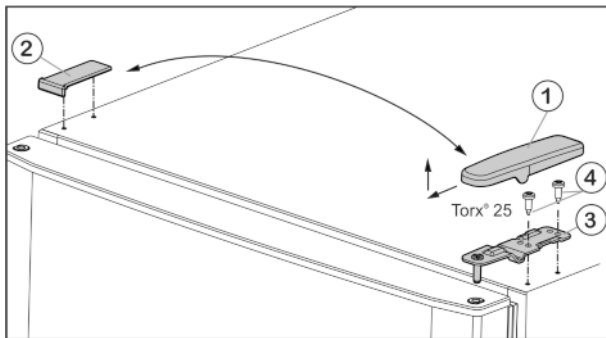

Fig. 5
- ▶ Tõmmake kate Fig. 5 (1) suunaga ette- ja ülespoole maha.
- ▶ Tõstke kate Fig. 5 (2) pealt ära.
- ▶ Kruvige ülemine laagritugi Fig. 5 (3) küljest ära (2 tk Torx® 25) Fig. 5 (4) ja tõmmake ülespoole maha.
- ▶ Pange ülemine laagritugi Fig. 5 (3) uuel šarniiriküljel ukse sisse.
- ▶ Kruvige ülemine laagripukk **tugevasti (4 Nm)** külge (2 korda Torx® 25) Fig. 5 (4). Kasutage vajaduse korral akutrelli.
- ▶ Pange kate Fig. 5 (1) vastasküljel väljastpoolt peale ja fikseerige.
- ▶ Pange kate Fig. 5 (2) vastasküljel ülaltpoolt peale ja fikseerige.